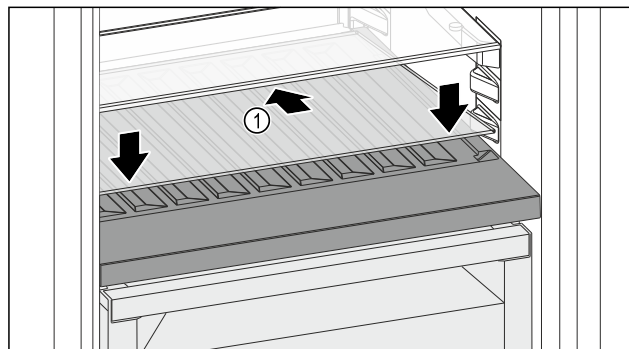

Fig. 99
- Postavite staklenu ploču Fig. 99 (1) ukoso, nagnutu straga prema dolje.
- Staklenu ploču Fig. 99 (1) podignite sprijeda.